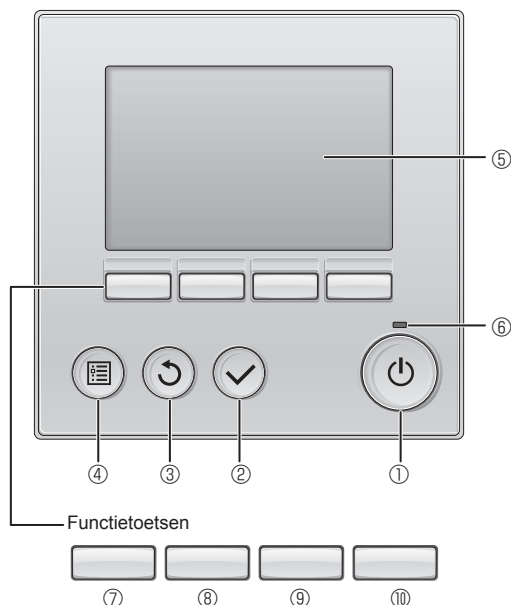

Fig. 7-1
7.2.1. Afstandsbediening met draad (Fig. 7-1)
① [AAN/UIT] -toets